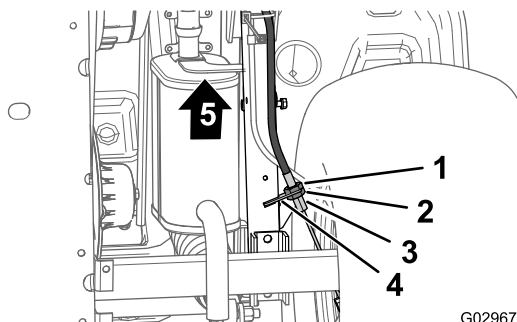

Bild 68
3. Lockern Sie an der Unterseite der Maschine die hintere Klemmmutter für den Gewindeeinsteller des Feststellbremszugs um vier Umdrehungen (Bild 68).
4. Ziehen Sie die vordere Klemmmutter an (Bild 68).
- A. Lockern Sie die vordere Klemmmutter (Bild 68) für den Gewindeeinsteller des Feststellbremszugs um eine Umdrehung.
- B. Ziehen Sie die hintere Klemmmutter an (Bild 68).
- A. Lockern Sie die hintere Klemmmutter (Bild 68) für den Gewindeeinsteller des Feststellbremszugs um eine Umdrehung.
- B. Ziehen Sie die vordere Klemmmutter an (Bild 68).